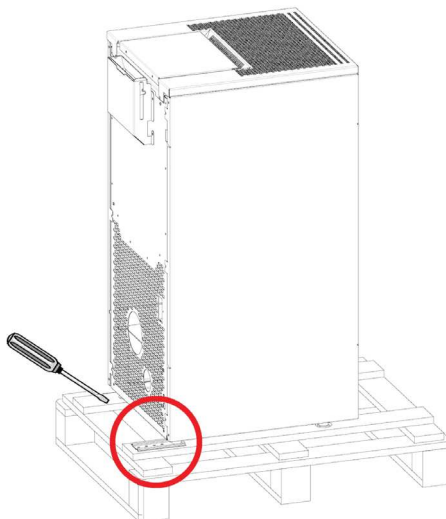

Fig. 1 - Extracción de las abrazaderas
- Quite las abrazaderas que bloquean los pies de la estufa (véase **Fig. 1**). Después, quite la estufa del palé.